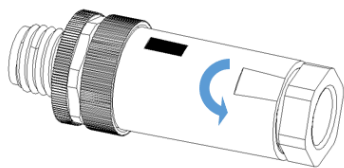

图 7-10-1
- Step 1: 选取“M12公头插头”制作DRMs连接线，先将插头的尾壳旋转拆下来，如图7-10-1。